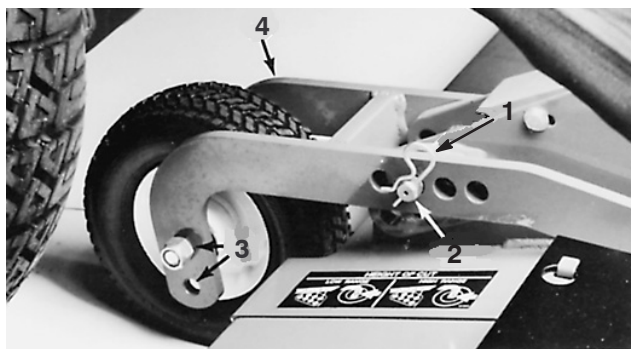

Bild 12
3. Entfernen Sie am vorderen Mähwerk den Splint und den Lastösenbolzen von den hinteren Laufradgelenkarmen (Bild 12). Fluchten Sie die Gelenkarmlöcher mit den ausgewählten Löchern in der Schnitthöhenhalterung in den Mähwerkrahmen aus, setzen Sie die Lastösenbolzen und die Splints ein (Bild 12).